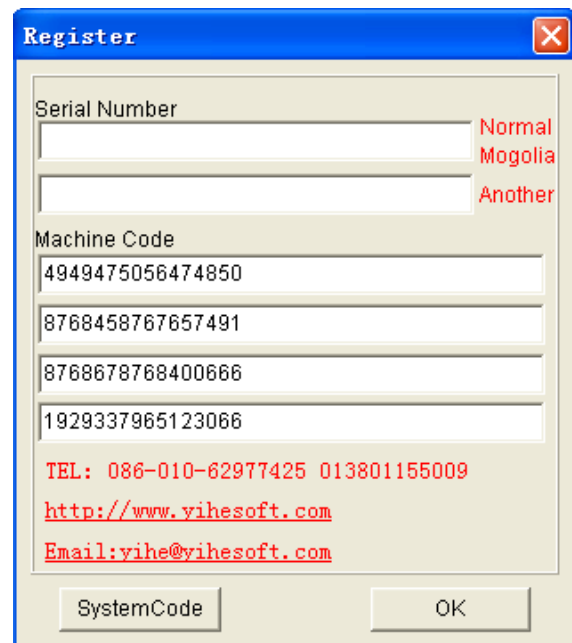

图2-3
a. Lors de l'utilisation de logiciels non enregistrés, après exécution du logiciel et bientôt entrer dans le système, le registre "fenêtre" Auto Spring remarquer, il sont quatre lignes de code machine (figure 2-3), ou cliquez sur le menu d'aide et l'entrée du registre nombre.